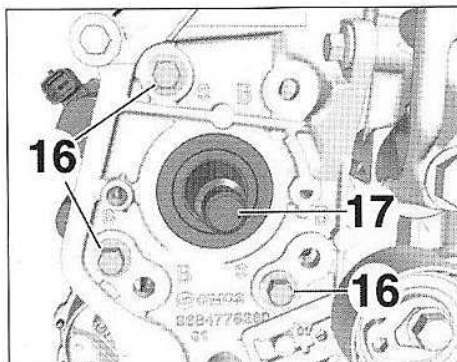

FIG.41
- les vis (16) et la pompe haute pression (17) (Fig.41).